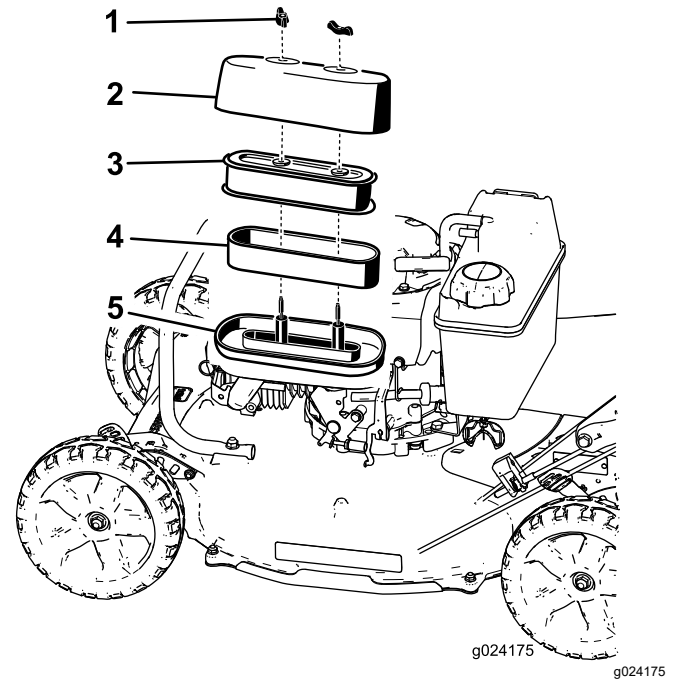

Figure 23
3. Retirez les 2 écrous de fixation du couvercle (Figure 23).
5. Déposez les éléments en mousse et en papier de la base du filtre à air (Figure 23).
6. Sortez l'élément en mousse de l'élément en papier (Figure 23).